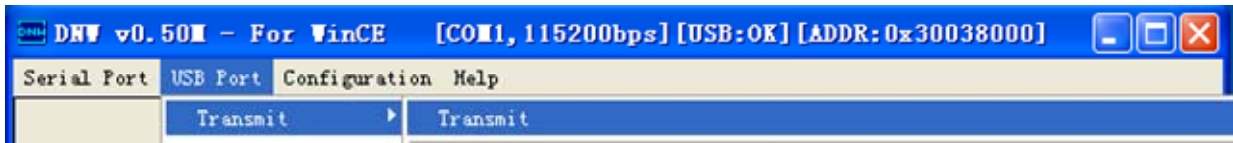

图 4.10 打开传输窗口
7. 择DNW的USB Port->Transmit-> Transmit菜单进行打开传输文件(如图4.10所示)。